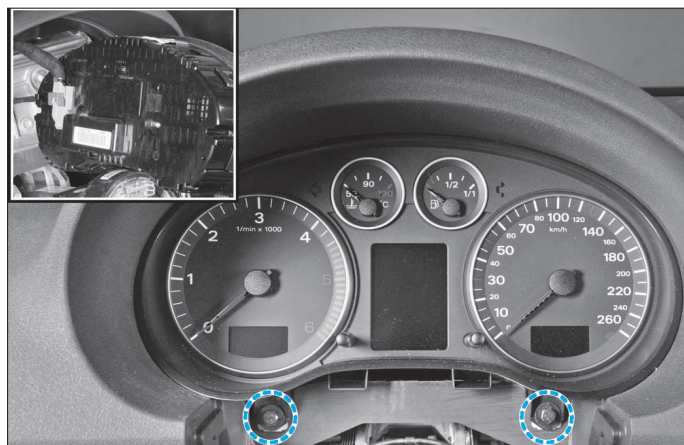

FIG. 25
- Dévisser les 2 vis à 6 pans de 8 mm du combiné d'instruments afin de l'extraire et de débrancher sa connexion (Fig.25).